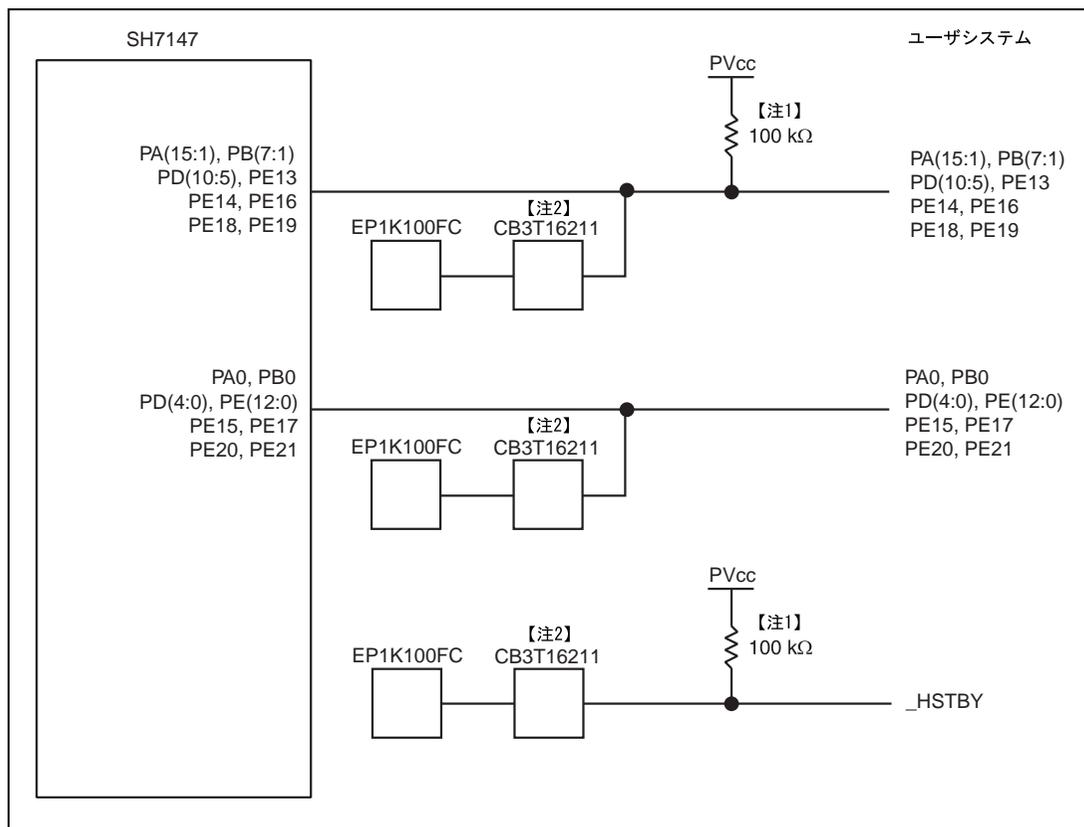

図 4.6 ユーザインタフェース回路(6)
5. 図 4.6 に記載されている一部の端子名は、SH7137 および SH7136 のピン配置図に存在しない場合があります。これらの端子は、ユーザシステムと未接続になります。